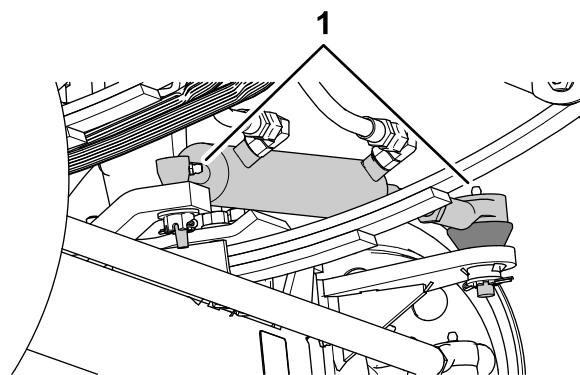
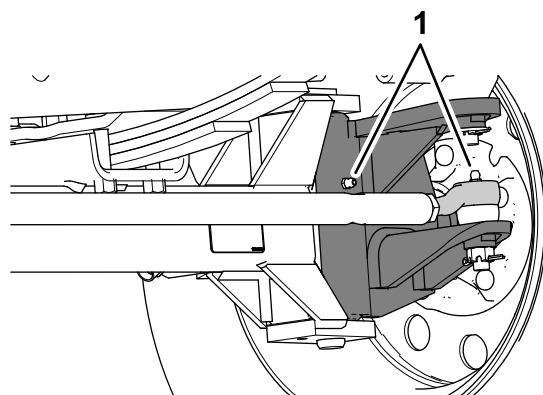

图 67
图 68
1. 将黄油嘴擦拭干净图 67和图 68。
2. 用黄油枪将润滑脂打入到黄油嘴图 67和图 68。
注意 黄油嘴的位置如图 67中所示。